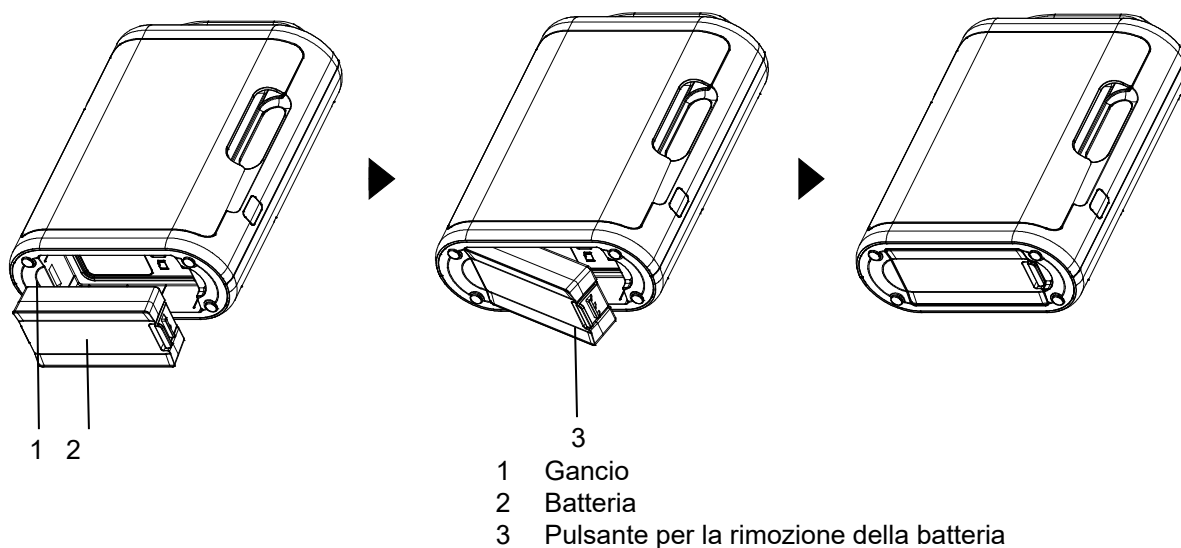

Figura 4. Inserimento della batteria
2. Preparare la nuova batteria, quindi collegarla al DAE utilizzando il gancio come mostrato nella seconda figura della Figura 4.
3. Quando la parte del connettore è fissata correttamente, far scorrere il lato della batteria con il pulsante di rilascio nel DAE fino a quando non viene emesso il suono del clic come mostrato nella terza figura della Figura 4.